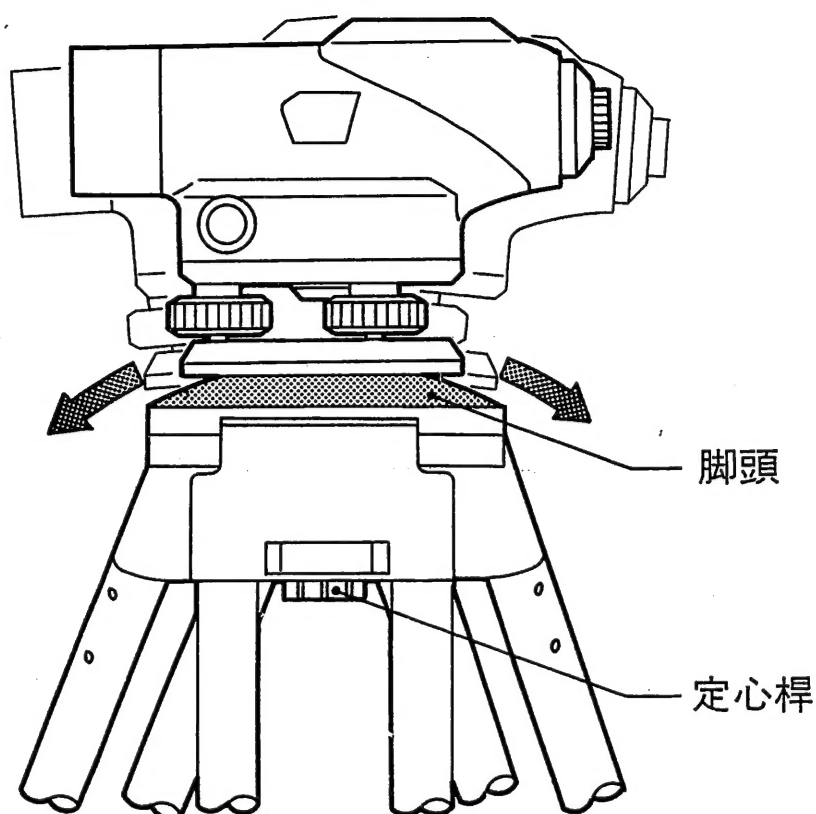

図3.3
- 5) 機械を脚頭にのせ、定心桿で固定します。(図3.3)